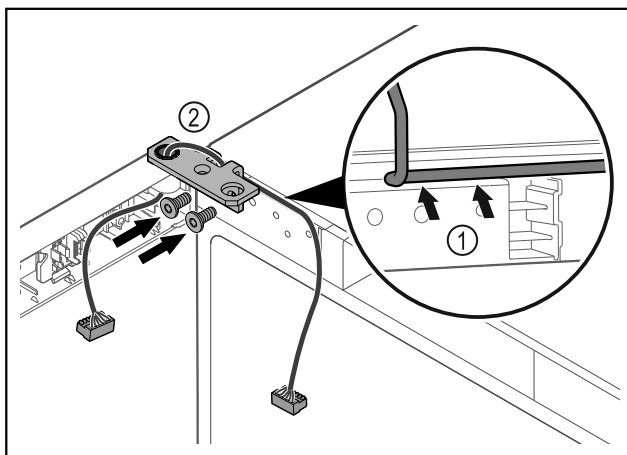

Fig. 41
- ▶ Dirijați cablul prin degajarea colțarului balamalei și dispuneți-l cu precauție Fig. 41 (1).
- ▶ Înșurubați Fig. 41 (2) colțarul balamalei.